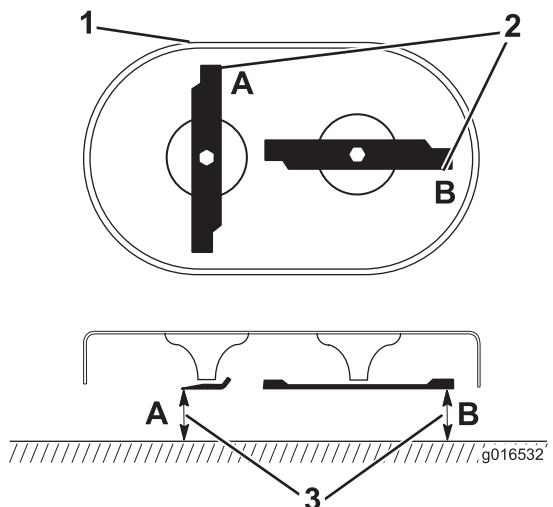

Figure 31
1. Faites pivoter les lames pour les positionner comme montré à la Figure 31.
2. Mesurez la distance entre une surface plane et le tranchant des lames aux points **A** et **B**, (Figure 31), et notez ces deux dimensions.